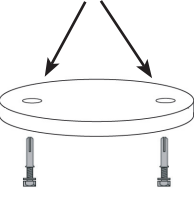

Figure 3
- Enlevez la plaque de fond du détecteur (voir figure 3) en la tournant dans le sens inverse des aiguilles d'une montre (vers la gauche).